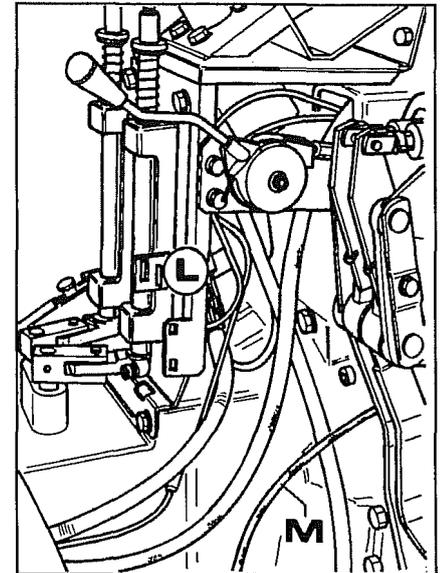

Abb. 10
6. Den Träger **L** Abb. 10 der Getriebeschalthebel entfernen und das Kabel **M** des Gaspedals abtrennen, indem man unter dem Trittbrett arbeitet.